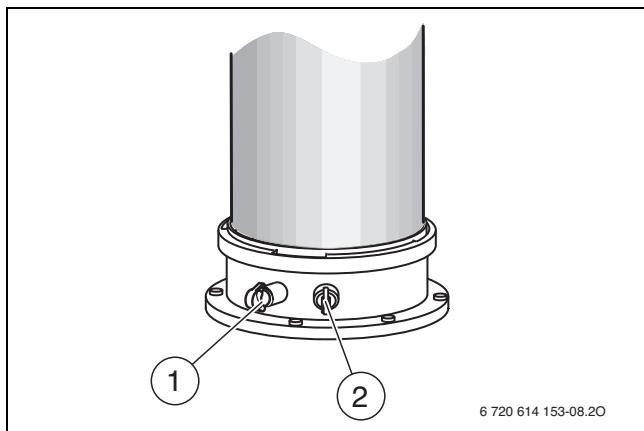

Рис. 55 Измерительный штуцер отработавших газов и патрубок для замера параметров воздуха для горения
- ▶ Снимите заглушку с патрубка для замера параметров воздуха для горения (→ рис. 55, [2]).